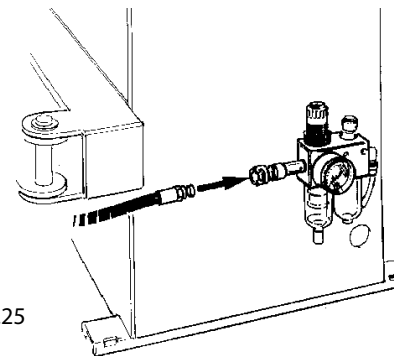

fig.25
- Collegare la pistola di gonfiaggio sul raccordo posto a sinistra del filtro aria (ved.fig.25).
- Collegare la presa aria compressa sul raccordo posto tra il lubrificatore ed il filtro aria (fig.25).
- Connect the inflation gun to the connector located to the left of the air filter (fig.25).
- Connect the compressed air to the connector positioned between the lubricator and the air filter (fig.25).
- Accoupler le pistolet de gonflage sur le raccord placé à gauche du filtre air (voir fig.25);
- Accoupler la prise d'air comprimé sur le raccord placé entre le graisseur et le filtre air (fig. 25).
- Die Luftpumpistol am Verbindungsstück anschließen, das sich linkerhand vom Luftfilter befindet (siehe Abb. 25).
- Die Preßluftzuführung an das Verbindungsstück anschließen, das sich zwischen Schmierer und Luftfilter befindet (Abb. 25).
- Conecte la pistola de hinchamiento a la unión colocada a la izquierda del filtro del aire (vea fig. 25).
- Conecte la toma del aire comprimido a la unión colocada entre el lubricador y el filtro del aire (vea fig. 25).